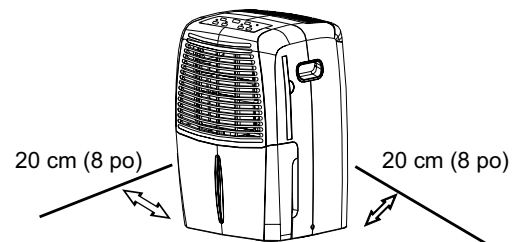

Fig. 2
- Prévoyez un dégagement d'au moins 20 cm (8 po) tout autour de l'appareil pour assurer une bonne circulation de l'air (fig. 2).